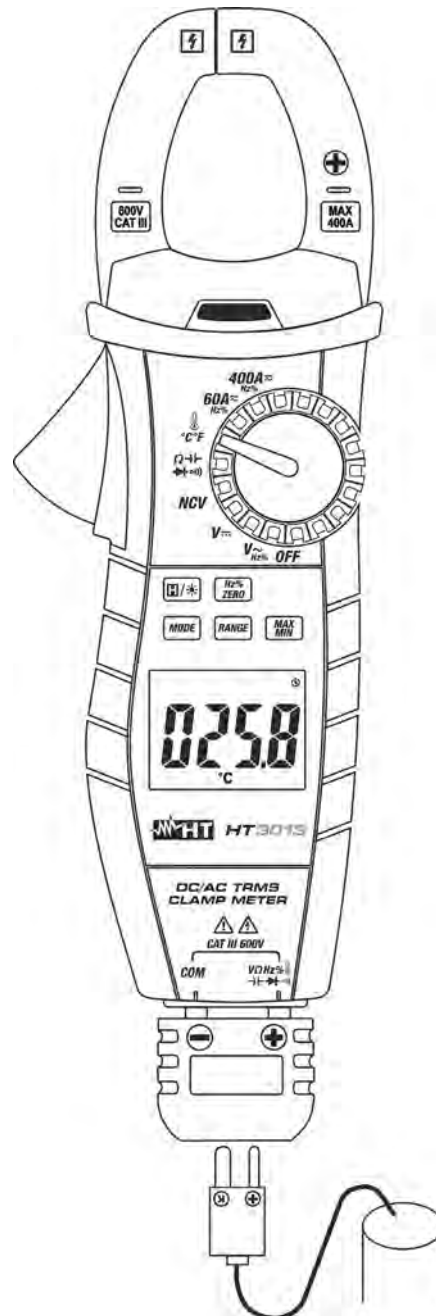

Fig. 10: Uso del instrumento para medida de Temperatura
3. Inserte la sonda tipo K en dotación en los terminales de entrada y **COM** mediante el adaptador, respetando la polaridad mostrada en Fig. 10. El valor de la temperatura se muestra en pantalla